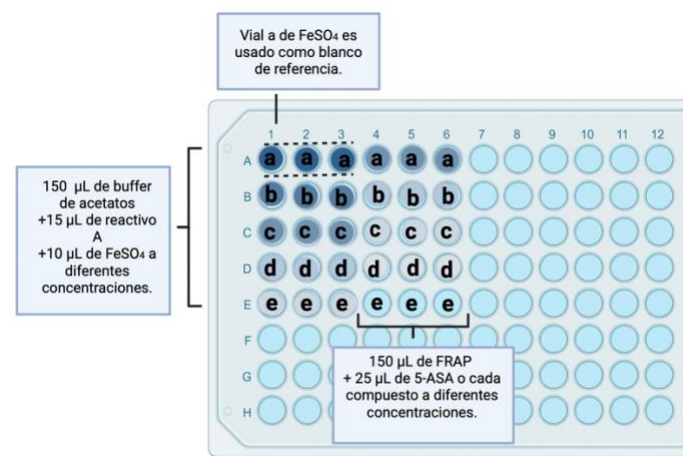

Figura 3. Ejemplo de placa de 96 pozos con un compuesto, 5-ASA. En una placa será posible evaluar 4 compuestos.
5. Preparar la solución FRAP en una proporción 10:1:1 mezclando 10 mL de buffer de acetatos, 1000 µL del reactivo **A** con 1000 µL del reactivo **B**, suficiente para una placa de 96 pozos como se muestra en la Figura 3, en donde se podrán evaluar 4 compuestos, sin considerar la curva estandar de FeSO₄ que no lleva solución FRAP.
corresponden a **A_e** de cada concentración. Considerar que la concentración de 5-ASA se diluye 7 veces, por lo tanto, la concentración en los pozos será 35, 18, 9, 4.5 y 2.2 µM Ver figura 3.